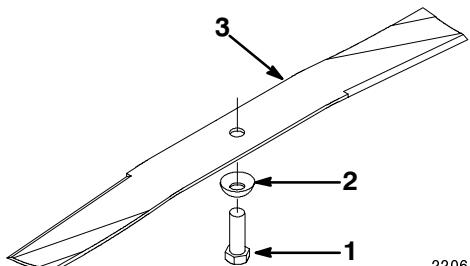

Figure 25
4. DEPOSE DE LA LAME — Tenir la lame par l'extrémité avec un chiffon ou un gant épais. Retirer le boulon de lame, la rondelle et la lame (Fig. 25).
6. Remonter la lame affûtée et équilibrée, la rondelle et le boulon de lame. Les parties incurvées de la lame doivent être tournées vers le haut du carter de la tondeuse. La rondelle est bombée et doit être montée avec la face convexe vers le bas, comme illustré à la Figure 25. Serrer le boulon de lame à 48-54 N·m (35-40 ft-lbs).